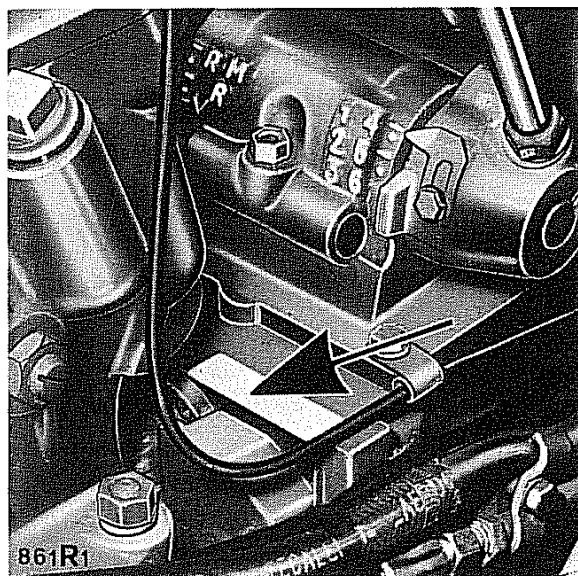

Fig. 38 - Identificazione trattrice Modello, serie e Numero.
N.B. - La sigla del modello, la serie e il numero della trattrice si trovano stampigliati sull'apposita targhetta metallica oppure nel punto indicato dalla freccia in fig. 38.